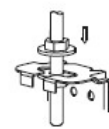

Fig.5-7
- Fixera aggregatet genom att fixera muttrarna efter att ha justerat kroppens position väl. (Referera till bild 5-7).